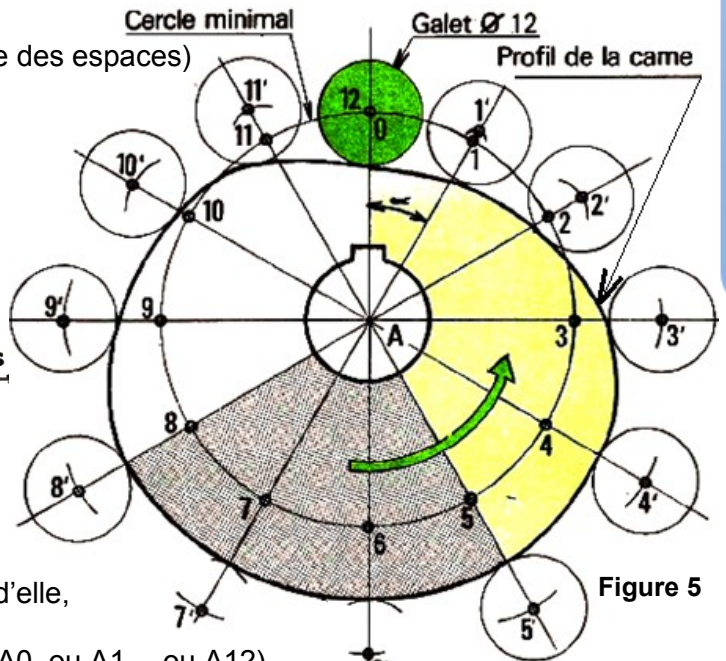

Figure 5
3.5- Tracé du profil de la came : (Figure 5)